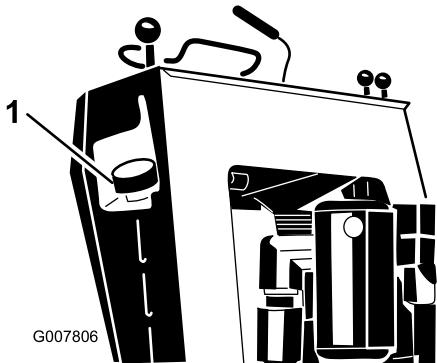

Figura 15
3. Limpie alrededor del tapón del depósito de combustible y retire el tapón (Figura 15).